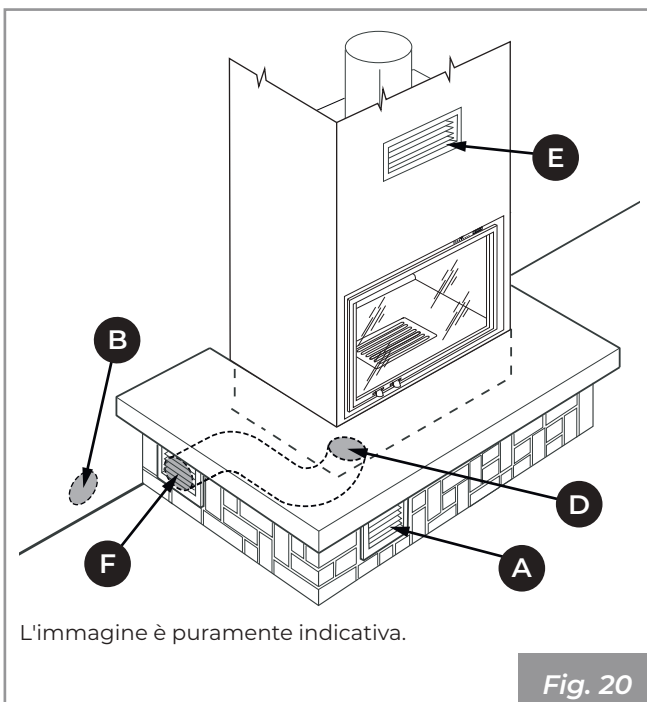

Fig. 20
- (Fig. 20): presa d'aria (F) sul rivestimento, canalizzate fino al focolare. Griglia inferiore (A) in dotazione sul rivestimento e foro a muro (B) per il ricircolo dell'aria ambiente.